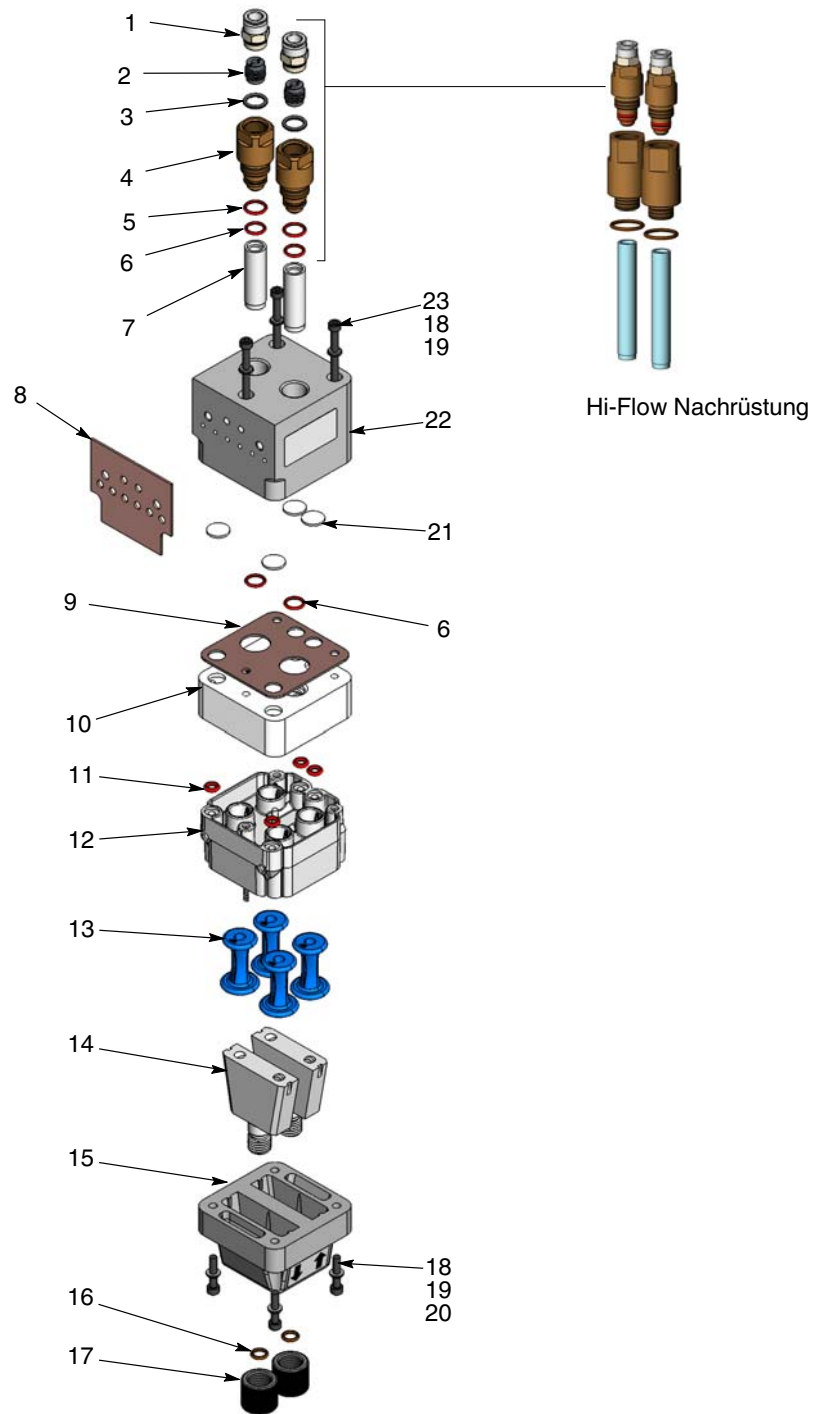

Abb. 10 Pumpe zerlegen
4. Siehe Abb. 10. Beginnend mit den Fluidisierungsrohren die Pumpe wie gezeigt zerlegen. Aufgeklebte Dichtungen brauchen nur abgenommen werden, wenn sie beschädigt sind.